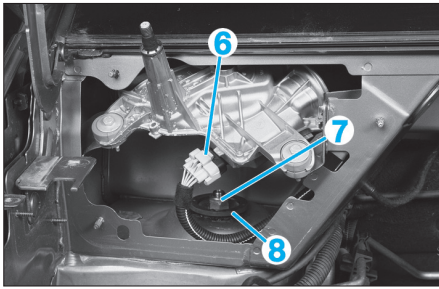

Fig. 6
- le cache (5).
- Déconnecter le connecteur (6) (Fig.6).